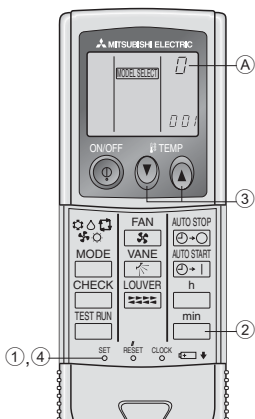

Рис. 6-7
4) Приписание пульта дистанционного управления отдельным приборам (Рис. 6-7)